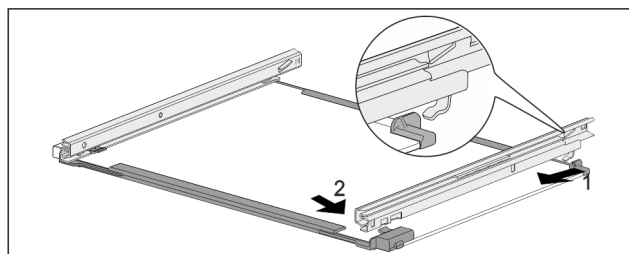

Fig. 174 Skleněná deska s kolejničkami
- ▶ Zahákněte kolejničku vzadu. Fig. 174 (1)
- ▶ Zaklapněte kolejničku vpředu. Fig. 174 (2)